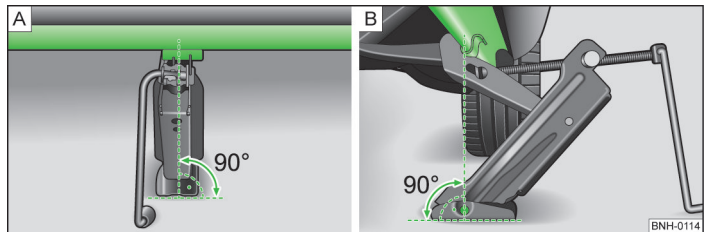

Abb. 152 Wagenheber ansetzen
- › Den Wagenheber so ansetzen, dass die Klaue den Steg umfasst » Abb. 152 - ▶
- Die Grundplatte des Wagenhebers mit ihrer gesamten Fläche auf einem geraden Untergrund abstützen und sicherstellen, dass sich der Heber in senkrechter Position zur Stelle, an der die Klaue den Steg umfasst, befindet » Abb. 152 - A.